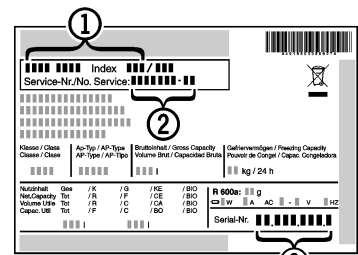

Fig. 21
- ▶ Relever la désignation de l'appareil Fig. 21 (1), le n° de service Fig. 21 (2) et le n° de série Fig. 21 (3) sur la plaquette signalétique. Cette plaquette se trouve sur la paroi intérieure gauche de l'appareil.
- ▶ Informer le S.A.V. et lui communiquer la panne, la désignation de l'appareil Fig. 21 (1), le n° de service Fig. 21 (2) et le n° de série Fig. 21 (3).